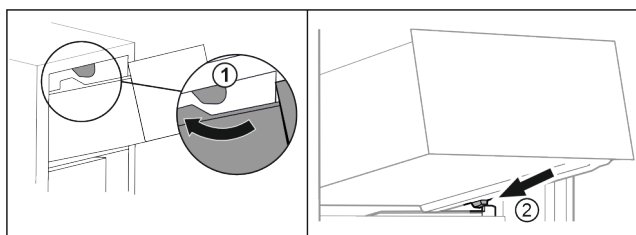

Fig. 74
- ▶ Duceți sertarul în jurul opritoarelor superioare. Fig. 74 (1)
- ▶ Așezați sertarul oblic în spatele opritoarelor inferioare pe nervura recipientului. Fig. 74 (2)